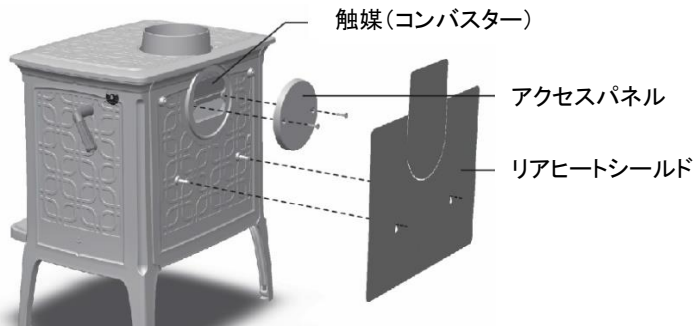

図 3. 背面接続用口元兼アクセスパネル
3. ストープ背面のアクセスパネル(背面口元)を外します。(図3. 参照)